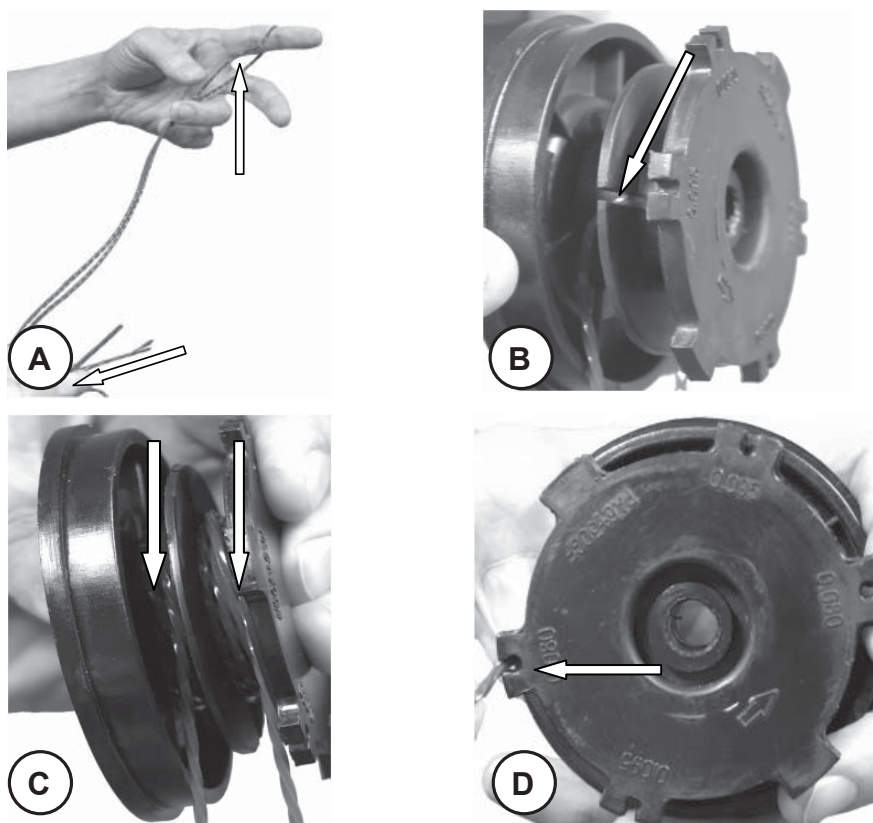

Рис.6
1. Отрежьте корд длиной 5,4 м. Сложите его вдвое и выровняйте концы (Рис.6А)
2. Установите корд петлей в паз на катушке(Рис.6В).
3. Намотайте корд плотно с натягом против часовой стрелки в пазы на катушке (Рис.6С).